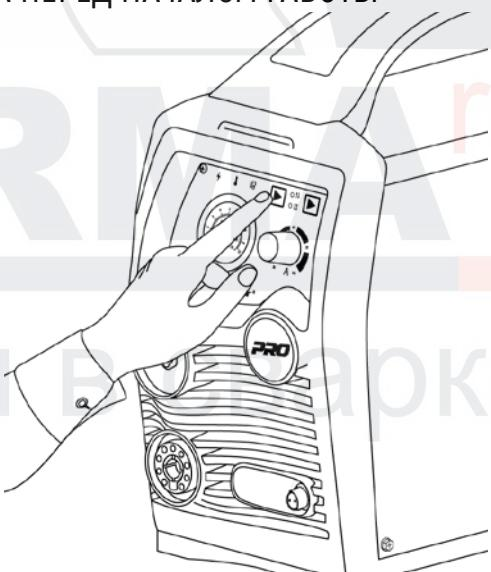

Рис. 8.9. Выбор режима работы плазмотрона.
1. В зависимости от длины реза выберите режим работы плазмотрона 2T или 4T (См. рис. 8.9).